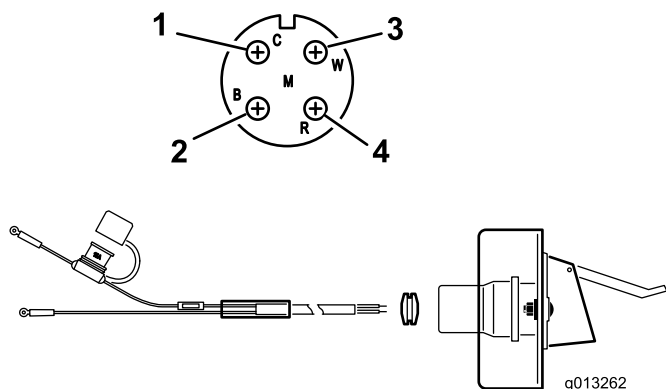

Figura 9
2. Disponete il cablaggio elettrico dalla batteria alla staffa dell'attacco elettrico e fissatelo (Figura 9).
- Inserite il cablaggio nella staffa della presa e montate la boccola di gomma nera sul cablaggio (Figura 9).